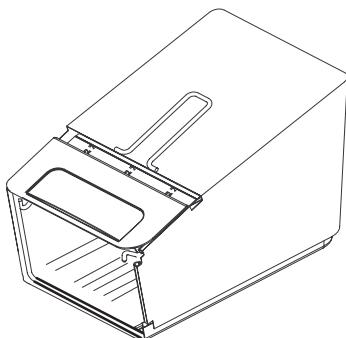

Figura 6
1. Telaio del raccoglitore      2. Profilato laterale (2)
2. I lati della base del raccoglitore devono trovarsi **all'interno** del telaio del raccoglitore, come illustrato nella Figura 6.